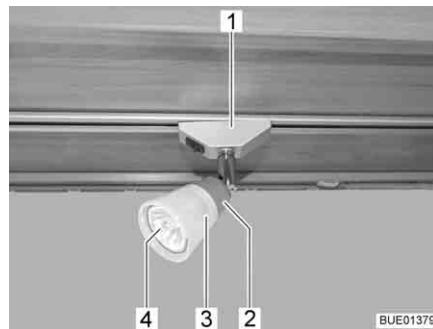

Fig. 240 Spot halogène (coulissant)
- Faire pivoter le spot halogène (Fig. 240,1) de 90° et le sortir du rail.
- Tourner l'abat-jour (Fig. 240,3) dans le sens inverse des aiguilles d'une montre.
- Extraire avec précaution l'abat-jour avec l'ampoule halogène (Fig. 240,4) de la douille (Fig. 240,2).